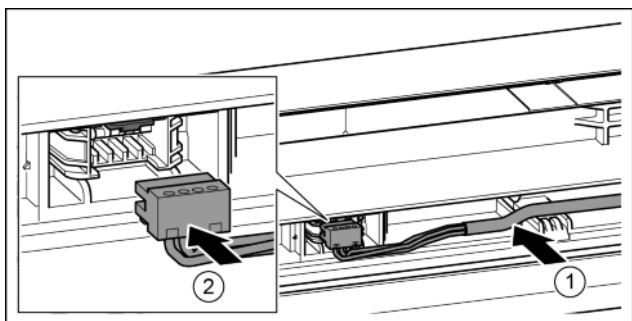

Fig. 38
- Szary kabel włożyć w prowadnicę w górnych drzwiach. *Fig. 38 (1)*
- Podłączyć wtyczkę. *Fig. 38 (2)*